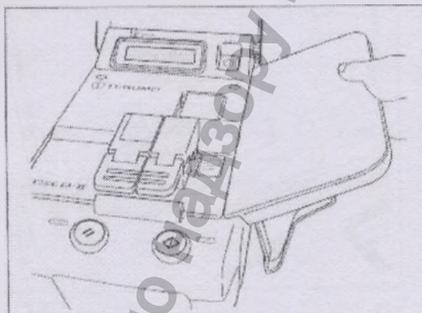

Рис. 16
2. Для того, чтобы снять подставку, потяните ее вверх (См. рисунок 16).